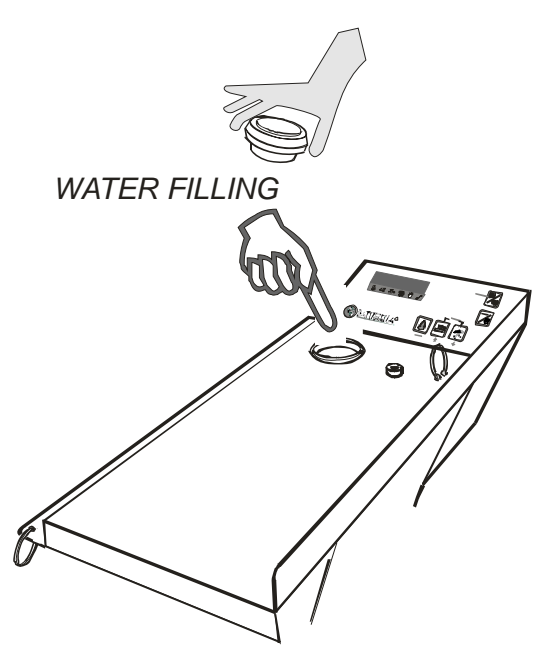

Рис. 3
4. Откройте крышку бака (рис. 3), и заполните бак для воды (приблизительно 1 литр). После этого плотно закройте крышку.
Если значок  включается время от времени, это показывает, что насос Sole качает воду в бойлер. Поэтому важно всегда заполнять бак водой (рис. 3).
Возможно заполнять бак для воды в любое время, даже когда бойлер функционирует. Снимите крышку бака для воды и добавьте воду, уделяя внимание, чтобы не пролить её на Sole (рис. 3). Заливать воду необходимо, когда появляется мигающее предупреждение "ВОДА" на дисплее, и включается звуковой сигнал (глава 7).